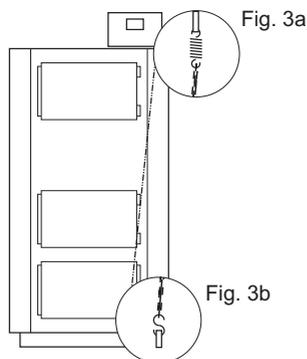
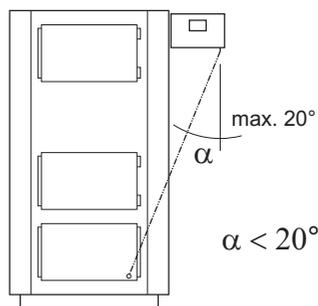

Fig. 3
Fig.4
2. Monter le régulateur avec le support sur la paroi supérieure ou latérale de la chaudière (Fig. 3 ou Fig. 4).
Lors de l'installation du régulateur sur le côté de la chaudière, s'assurer que la chaîne ne s'écarte pas de la verticale de plus de 20° (Fig. 4).